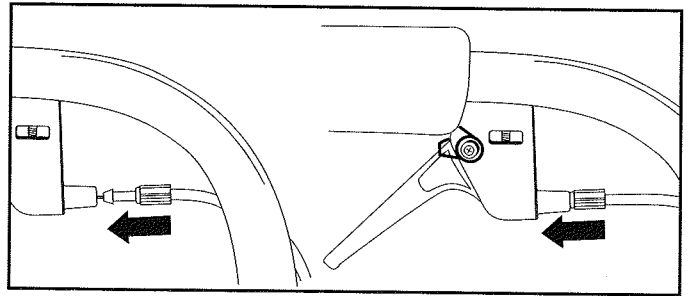

Fig. 11
5. Empuje el bastidor del cable del regulador dentro del bastidor del gatillo hasta que se enganche en su lugar (Fig. 11).